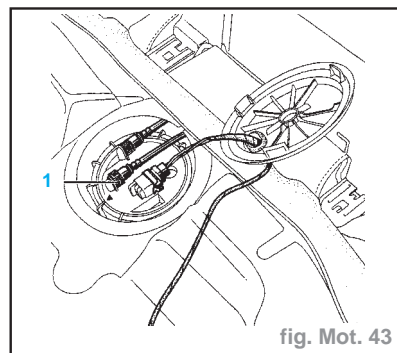

fig. Mot. 43
- Débrancher le conduit (1) situé sur l'ensemble jauge/pompe/filtre/régulateur d'essence (fig. Mot. 43).